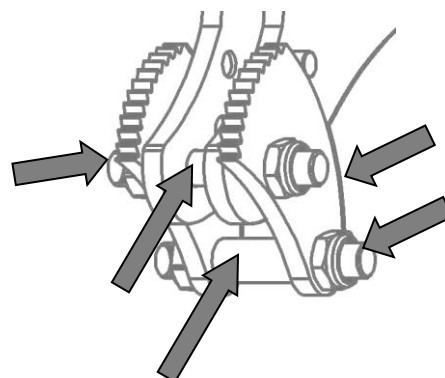

Bild 1
- Bewegliche Teile schmieren und ölen (siehe Pfeile in Bild 1)